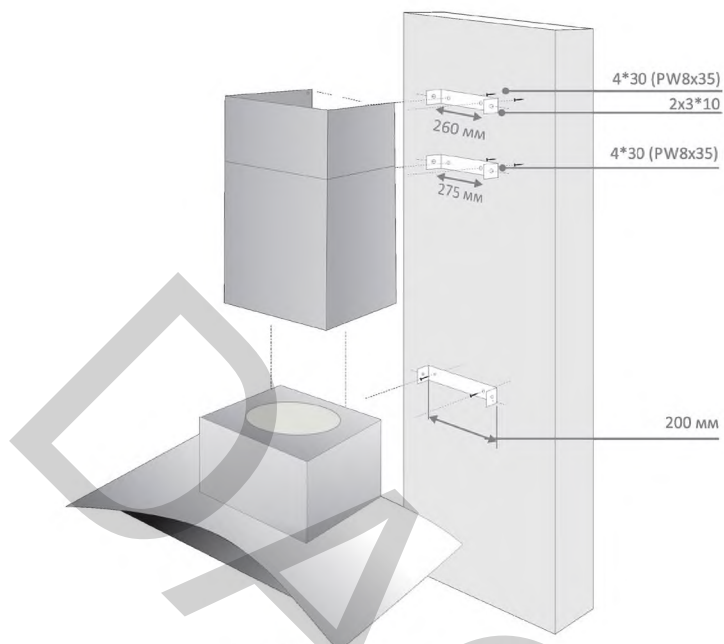

Рис. 8 Схема монтажа вытяжки
При навешивании вытяжки, перед установкой необходимо дополнительно 4 отверстия диаметром 8 мм, чтобы закрепить кронштейн болтами и дюбелями, идущими в комплекте. (Рис. 8)
2. Просверлите отверстия по отметкам (8*35 мм). Вставьте дюбеля. Поставьте изделия и зафиксируйте саморезами (4*30 мм). (Рис.8)